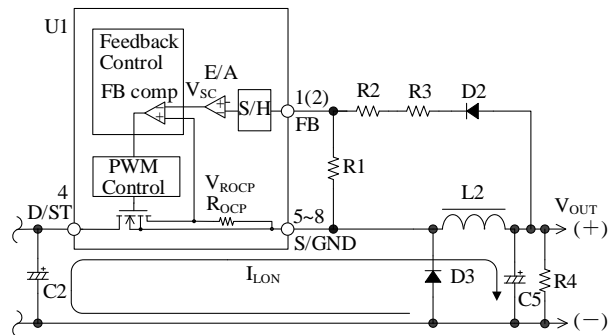

図 10-5 FB 端子周辺回路 (降圧コンバータ)
10.4 定電圧 (CV) 制御
出力電圧の定電圧 (CV) 制御は、過渡応答および安定性に優れたピーク電流モード制御を使用しています。パワーMOSFETのターンオフ時にターンオフした瞬間から $t_{FBFS} = 2.5 \mu\text{s}$ (max.)の時点のFB端子電圧をパルスバイパルスでサンプリングして作った目標電圧 (V_{SC}) と IC 内部のセンス抵抗の電圧 (V_{ROCP}) を内部の FB コンパレータで比較し、 V_{ROCP} のピーク値が V_{SC} に近づくように制御します (図 10-5、図 10-6 参照)。